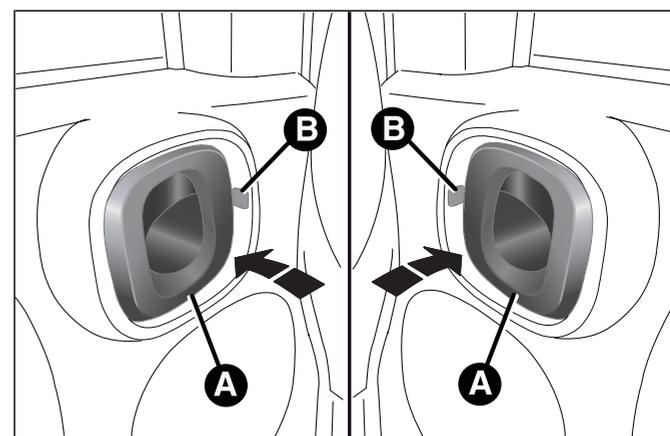

fig. 48
**ATTENTION** La condition de porte verrouillée est signalée par la sérigraphie B fig. 48 de couleur rouge.